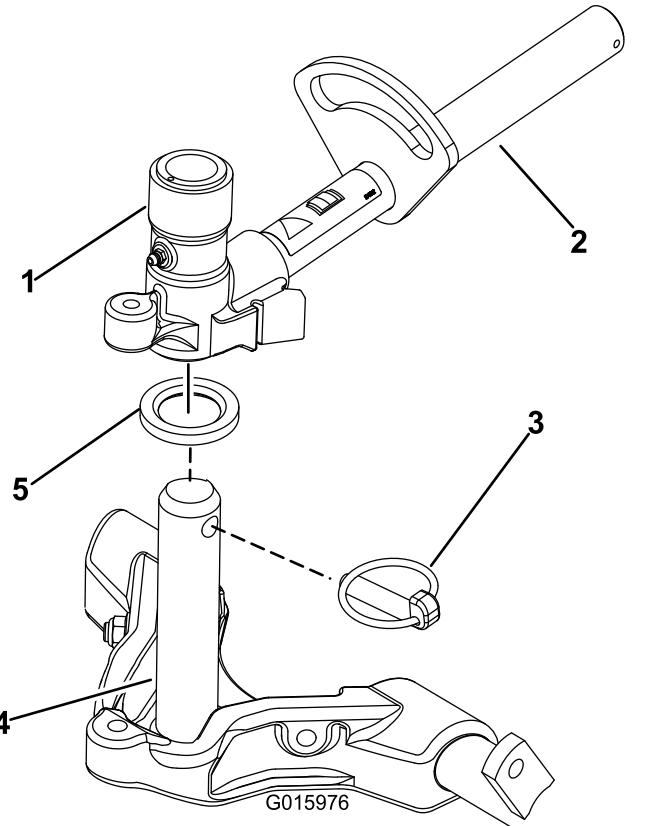

Figura 16
8. Rivestite l'albero del telaio portante di grasso pulito (Figura 16).
9. Per gli elementi di taglio anteriori, infilate un elemento di taglio sotto il braccio di sollevamento mentre inserite l'albero del telaio portante nella forcella del braccio di sollevamento (Figura 16). Assicuratevi che la rondella di spinta sia in posizione corretta sull'albero del telaio portante.
10. Fissate l'albero del telaio portante alla forcella del braccio di sollevamento con il perno di ritenuta (Figura 16).
2. Inserite la forcella del braccio di sollevamento nell'albero del telaio portante (Figura 16).